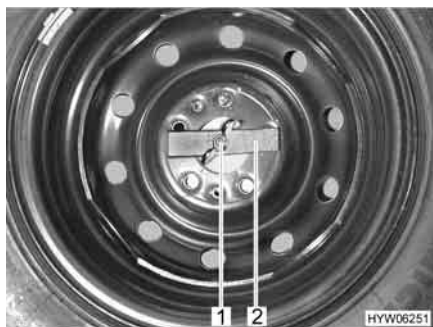

Fig. 216 Ruota di scorta nel gavone di coda
- Svitare manualmente il dado ad alette (Fig. 216,1) e rimuoverlo.
- Rimuovere la barretta di compressione (Fig. 216,2).